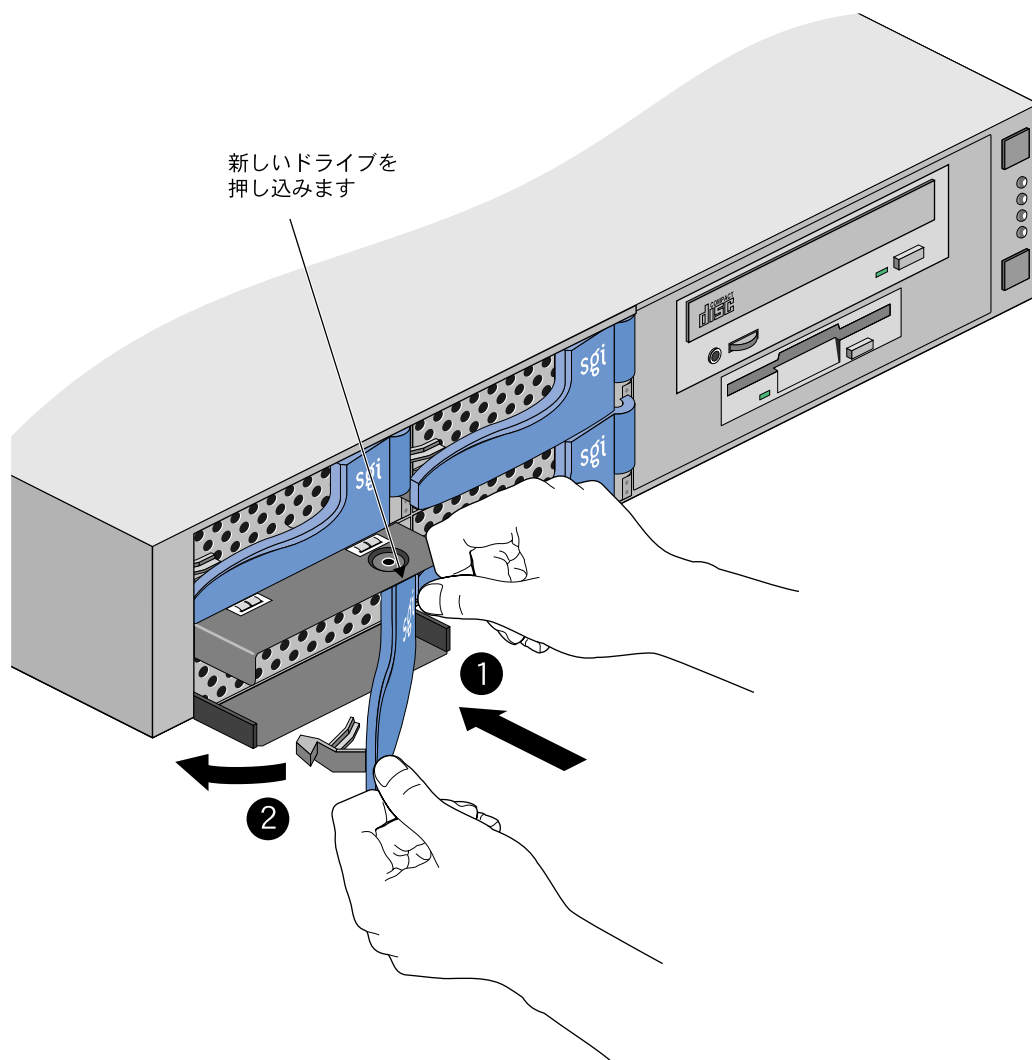

図4-5 ハードディスクドライブの交換
- 新しいドライブをドライブベイに挿入します。このとき、図4-5で示されるようにドライブリリースハンドルを2段階で操作します。